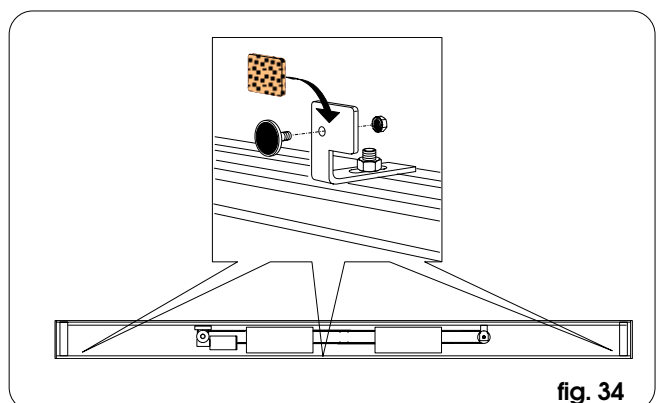
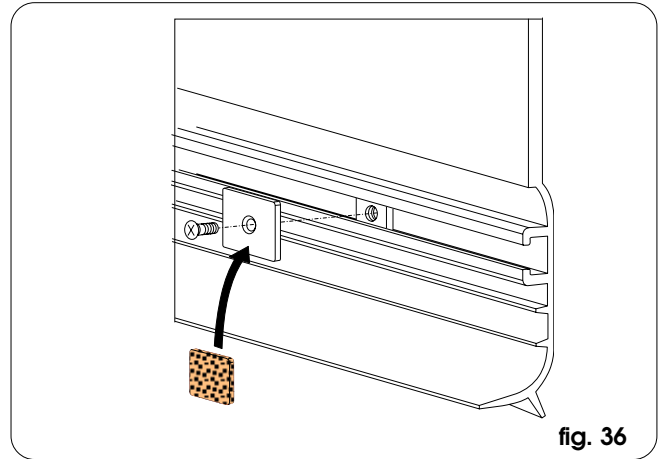

fig. 34
fig. 36
- les trois cornières positionnées aux extrémités et au centre, voir fig. 34 (1 vis M6 par cornière)
- Monter à l'intérieur du carter trois plaquettes d'après la fig. 36 au niveau des trois pattes angulaires sur la poutre.
- velcro appliqué sur les trois pattes angulaires (fig. 34) et au même niveau, sur les plaquettes montées à l'intérieur du carter (fig. 36);
- aimants à placer dans les trois pattes angulaires (fig. 34) et, au même niveau, sur les plaquettes métalliques à l'intérieur du carter (fig. 36);